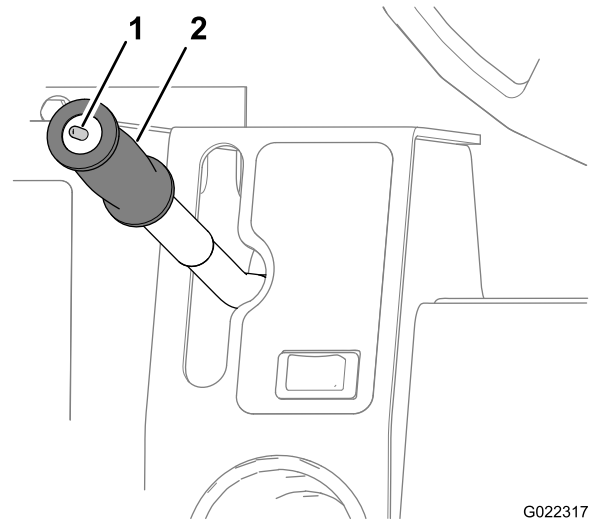

Figura 27
Este seletor (Figura 27) controla o modo de operação do motor hidráulico e possui duas posições: Transporte e Trabalho. Selecione o modo de operação desejado. Mova o seletor para trás (para perto de você) para selecionar a velocidade de Trabalho (W) ou mova o seletor para frente (afastando-o) para selecionar a velocidade de Transporte (T).